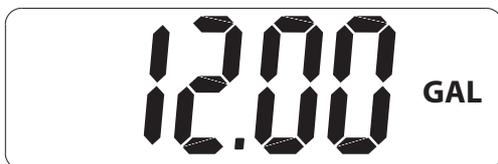

ABB. 2 Beispiel der Gesamtmenge für den letzten Regelzyklus
- Material durch das Messgerät laufen lassen, um das digitale Display aufzuwecken. Wenn Material durch das Messgerät läuft, zählt das Gerät vom zuletzt dargestellten Wert an weiter (ABB. 2).